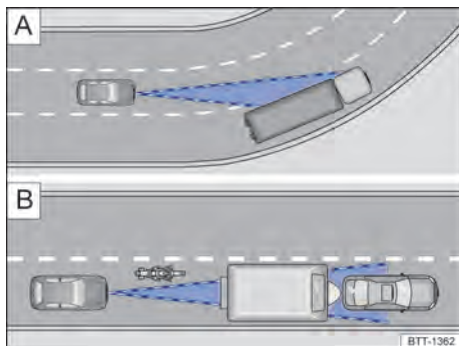

Fig. 153 A Condução em curva. B Veículos fora da área de alcance do sensor do radar.
O sensor do radar sempre realiza as medições em sentido reto. Por isso, veículos em curvas fechadas podem ser acidentalmente detectados ou veículos à frente podem não ser detectados → Fig. 153 [A].
- Veículos que conduzem fora da área do sensor em pequena distância do próprio veículo, por exemplo, motocicletas → Fig. 153 [B].